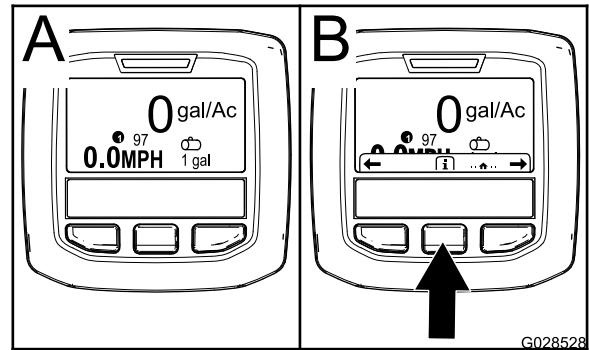

Figura 18
- Después de unos 15 segundos, aparecerá la pantalla de Inicio; pulse el botón de selección central para mostrar el menú contextual de Información (Figura 18).